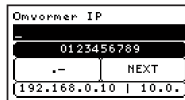

afb. 16: Invoer wizard
- 7.1** Op de Embion EMS controller zijn meerdere vrije tekst invoeren (afb. 16) nodig, zoals: IP adressen, IP adres bereiken en namen. Deze stappen leggen uit hoe je de knoppen kan gebruiken voor het invoeren van karakters.